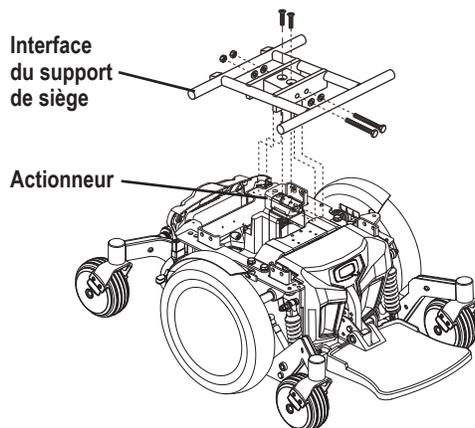

Figure 11. Actionneur du siège électrique éleveur
1. Alignez le siège avec le réceptacle de l'actionneur. **Voir la figure 11.**